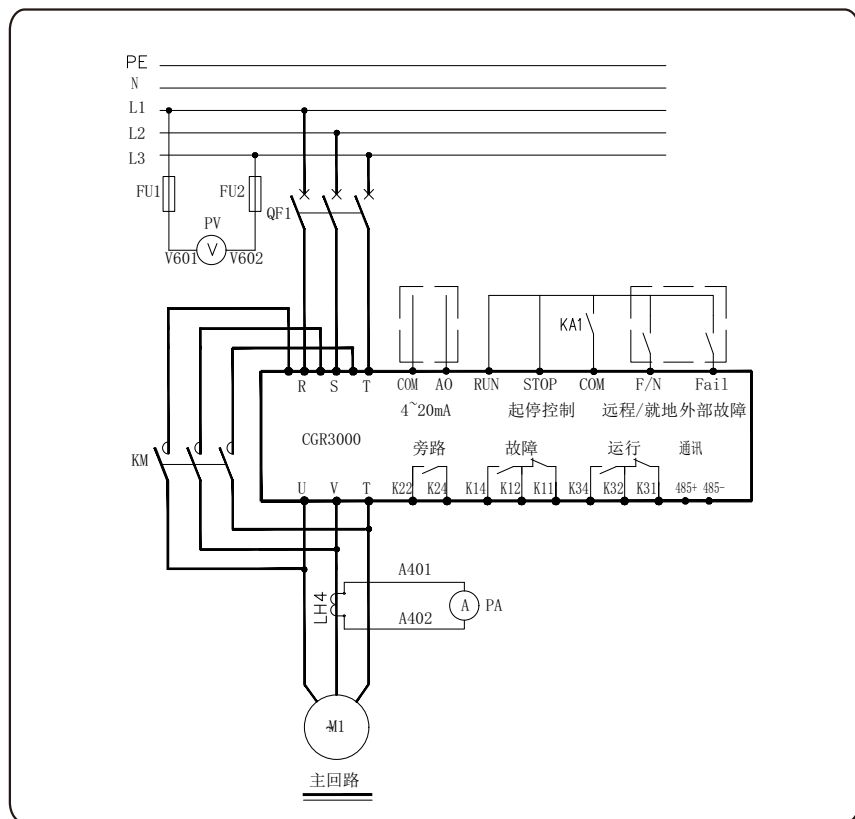

图 5-2
②AO端子为4~20mA电流环模拟信号输出端子，它表示软起动的工作电流大小。负载的另一端与COM相连接。
① 用户使用 CGR3000 系列软起动器时，如需远控操作或利用故障输出端子作为断路器脱扣控制信号或故障告警信号可直接从外控端子上连接相应的接线；如用户只需采用本机键盘操作，则相应的外部数字输入和通讯接口端子不用接线。
② CGR3000 系列软起动器外部起动、停车控制有两种接线方式，即三线控制接线和两线控制接线，详见图 5-2。